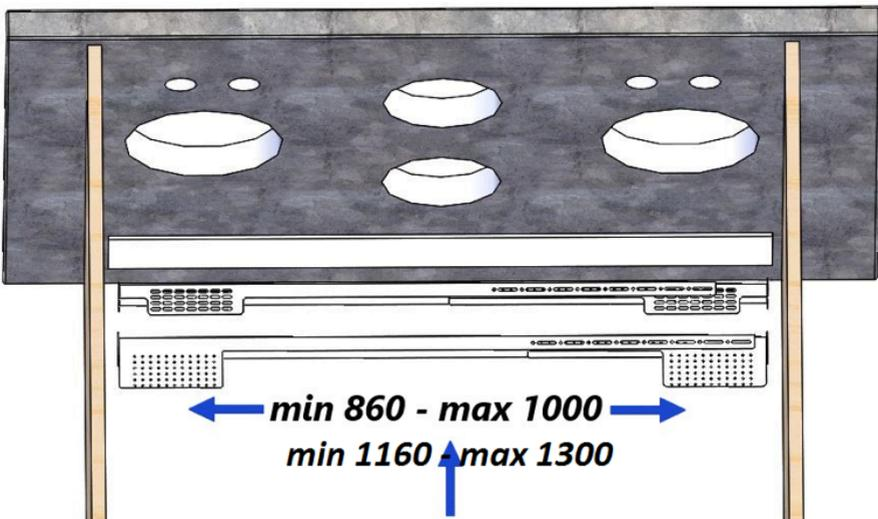

Fig. 5
5. Instalar os acessórios pré-montados em correspondência com o furo (fig. 5), tendo em atenção que podem cobrir diferentes tipos de móveis desde uma dimensão mínima de 860mm até uma dimensão máxima de 1000mm.